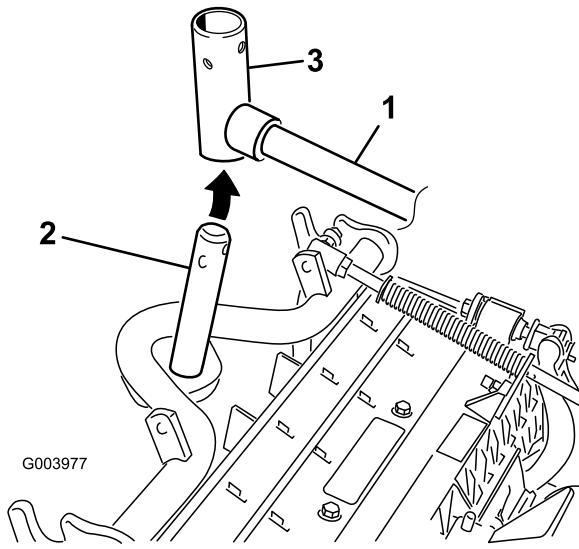

Figura 11
8. En el caso de las unidades de corte delanteras, deslice una unidad de corte debajo del brazo de elevación mientras coloca el eje del bastidor de tiro en la horquilla de pivote del brazo de elevación (Figura 11).
B. Introduzca la horquilla del brazo de elevación en el eje del bastidor de tiro (Figura 11).